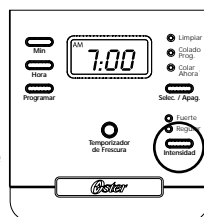

figura 5
2. Para disfrutar de un café más cargado, oprima el botón de intensidad de colado “Intensidad” una sola vez. La luz indicadora de intensidad cargada de colado “Fuerte” se encenderá. La cafetera se mantendrá en la intensidad de colado que usted ha seleccionado hasta que vuelva a cambiarla a intensidad regular “Regular” oprimiendo el botón de intensidad de colado “Intensidad” o hasta que desenchufe la unidad (Figura 5).